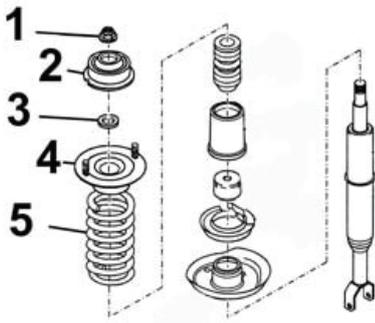

Fig. 4:
- **Fig. 4** Kolbenstangenmutter (1) entfernen.
- Die Original Anbauteile, Federbeinlager (2), Scheibe (3) und oberer Federteller (4) werden wiederverwendet.
- **Fig. 4** Remove piston rod nut (1).
- The original add-on parts, suspension strut bearing (2), washer (3), and upper spring cap (4) will be re-used.
- **Fig. 4** Enlever l'écrou de la tige de piston (1).
- Réutiliser les composants d'origine, le palier de soutien de la jambe de force (2), la rondelle (3) et la coupelle de ressort supérieure (4).
- **Fig. 4** Retirar la tuerca del eje del amortiguador (1).
- Las piezas adicionales originales, el cojinete del amortiguador (2), la arandela (3) y el plato de muelle superior (4) vuelven a emplearse.